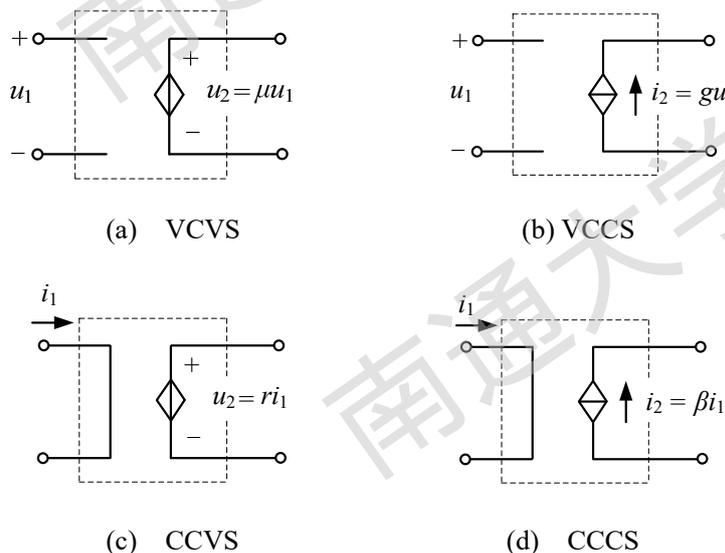

图 2-1 四种受控源
受控源向外电路提供的电压或电流是受其它支路的电压或电流控制，因而受控源是双口元件：一个为控制端口，或称输入端口，输入控制量（电压或电流），另一个为受控端口或称输出端口，向外电路提供电压或电流。受控端口的电压或电流，受控制端口的电压或电流的控制。根据控制变量与受控变量的不同组合，受控源可分为四类，见图 2-1。
(1) 电压控制电压源（VCVS），如图 2-1(a)所示，其特性为： $u_2 = \mu u_1$ ，其中： $\mu = \frac{u_2}{u_1}$ 称为转移电压比（即电压放大倍数）。
(2) 电压控制电流源（VCCS），如图 2-1(b)所示，其特性为： $i_2 = g_m u_1$ ，其中： $g_m = \frac{i_2}{u_1}$ 称为转移电导。
(3) 电流控制电压源 (CCVS), 如图 2-1(c)所示, 其特性为: $u_2 = r i_1$, 其中: $r = \frac{u_2}{i_1}$ 称为转移电阻。
(4) 电流控制电流源 (CCCS), 如图 2-1(d)所示, 其特性为: $i_2 = \beta i_1$, 其中: $\beta = \frac{i_2}{i_1}$ 称为转移电流比 (即电流放大倍数)。